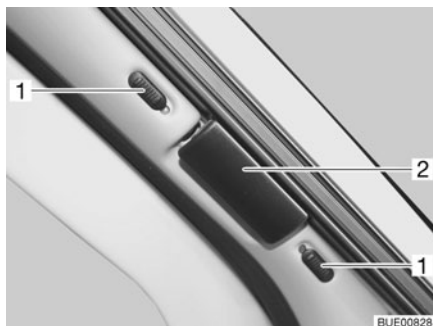
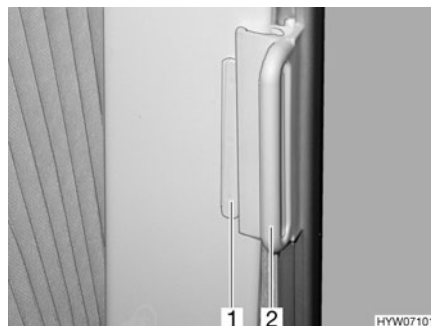

Fig. 49 Estor plegable para la luna delantera
Fig. 50 Estores plegables para la ventana del conductor y del acompañante
- En el estor plegable para la luna delantera, empujar los botones de bloqueo (Fig. 49,1) hacia arriba o hacia abajo. Cuando se vea el punto rojo, estará abierto el bloqueo.
- Coger los estores plegables por el tirador (Fig. 49,2 y Fig. 50,2) y cerrarlos cuidadosamente hasta que el cierre magnético lo mantenga en esta posición.
- En los estores plegables para la ventana del conductor y la ventana del acompañante, empujar el tirador (Fig. 50,2) sobre la pieza sobrepuesta (Fig. 50,1). El estor plegable queda asegurado.